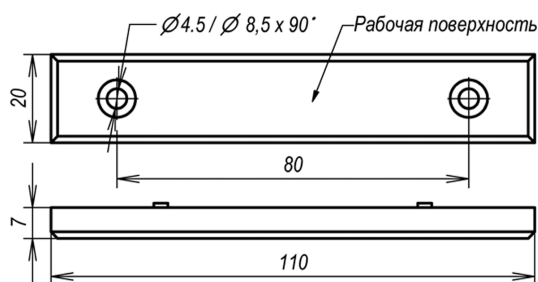

Рис.4
5.1 Якорная пластина крепится на двери двумя саморезами или винтами М4 (габаритно-установочные размеры показаны на рис.4). На якорной пластине со стороны двери установлены два резиновых амортизатора, обеспечивающих подвижность и упругое прижатие пластины. Крепежные саморезы не следует затягивать до конца, обеспечив люфт пластины в пределах 0,2...0,4 мм во всех плоскостях.